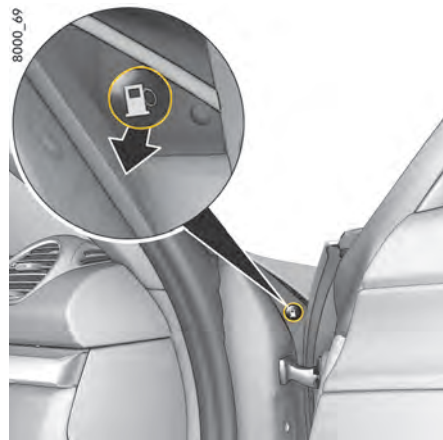

図 38：緊急時のフィラーフラップの操作
2. 助手席ドア開口部にあるボタン（図 38）を引いてください。